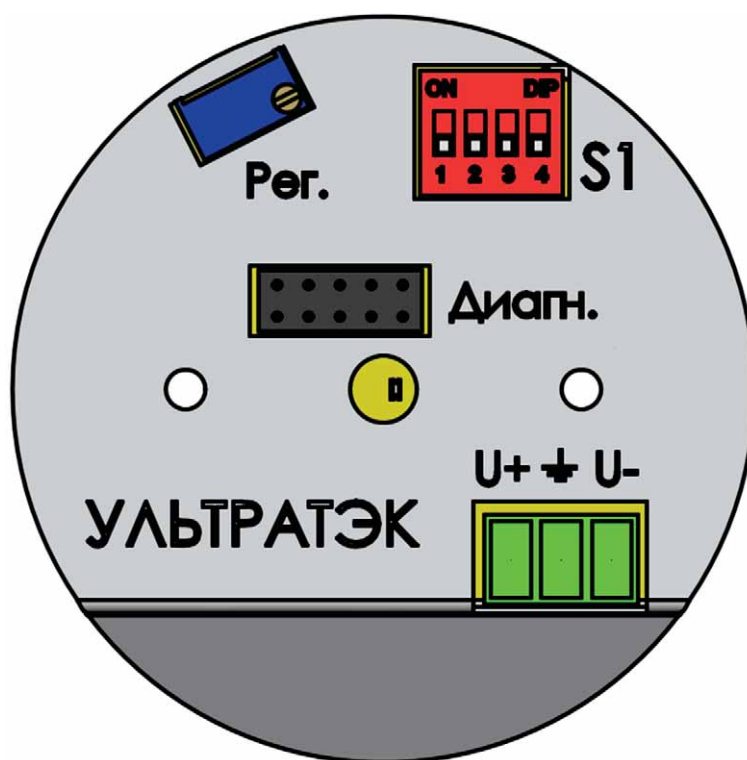

Рисунок 3 – Блок электронный
В блоке электронном установлен переключатель S1 (рисунок 3).
1.4.4.1 Регулировка порога срабатывания с помощью регулятора Рег. (рисунок 3) осуществляется для исполнений сигнализаторов с плавной регулировкой.